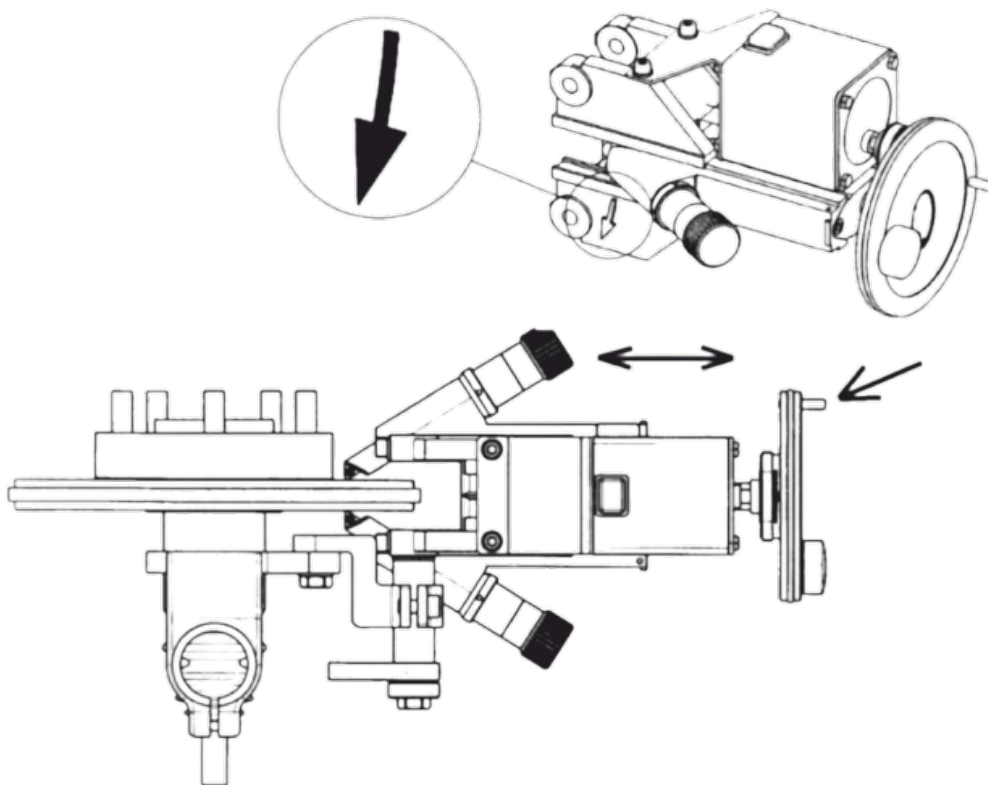

Рисунок 26
**7.8.9** Аккуратно двигайте направляющие по направлению к ступице тормозного диска (рис. 26)
**7.8.14** Запустите автоподачу, заблокировав регулятор и, нажав выключатель (см. рис. 26, 27).